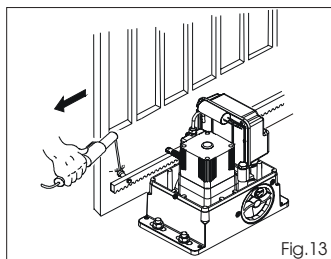

Fig. 13
3) Das erste Stück der Zahnstange waagrecht auf dem Ritzel ablegen und den Gewindesperrzahn auf dem Tor anschweißen, wie in Abb. 13 angegeben.